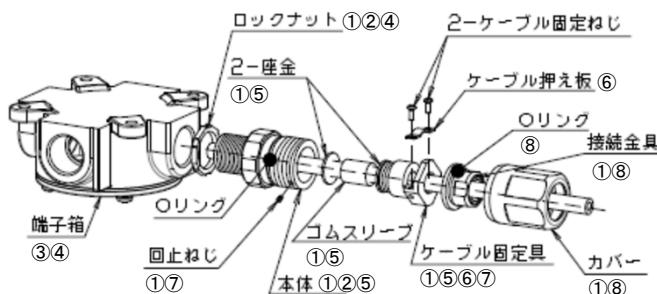

図 2
(図2: ZCGS-22B(星和電機製)の例です)
① ケーブルグランドを図2のとおり分離し、ケーブルをケーブルグランドに「カバー→接続金具→ケーブル固定具→座金→ゴムスリーブ→座金→本体→ロックナット」の順に通します。